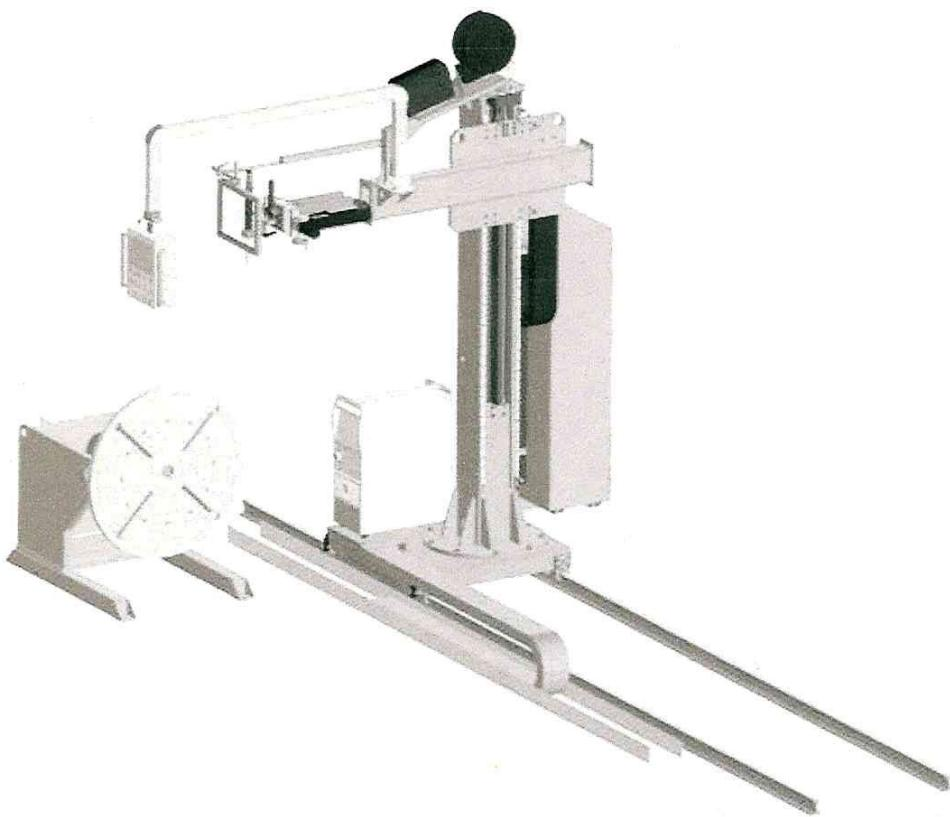

Рис.3
4.1. Требования к конструкции (Рис. 3).